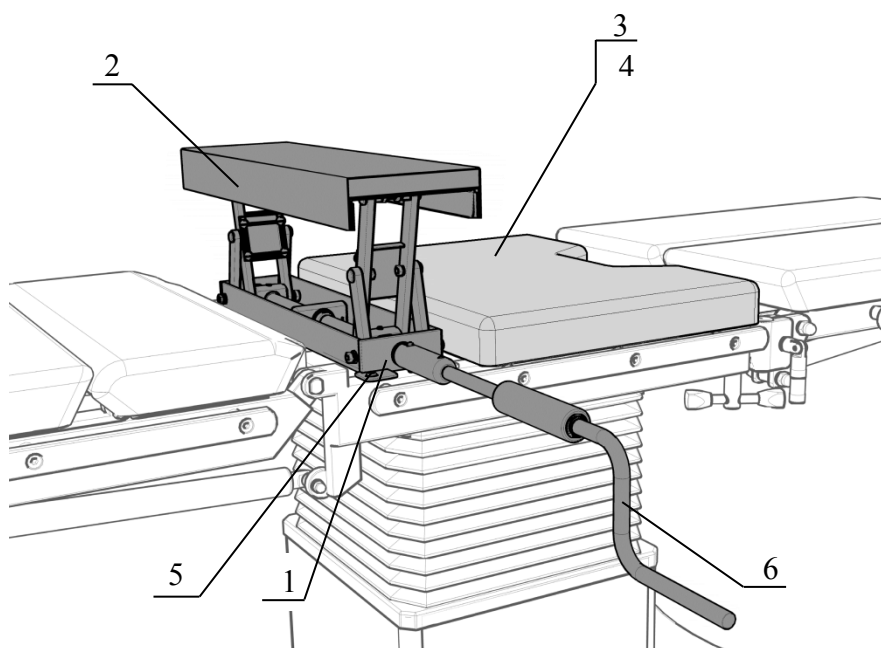

**Рисунок 1. Комплект КПП-14 для операций с подъемом и удержанием поясничной, тазовой или грудной области тела.**
9.3 Подъемник устанавливается на раму центральной секции в зоне поясничного излома (Рисунок 1). Для этого следует снять подушку, открутить крепежные бобышки и удалить пластину. Крепление подъемника осуществляется винтами M6x16.A2 ISO 7380 (4 шт.).
Вставьте ручку-кривошип 6 в привод подъема почечного валика 1 (Рисунок 1).